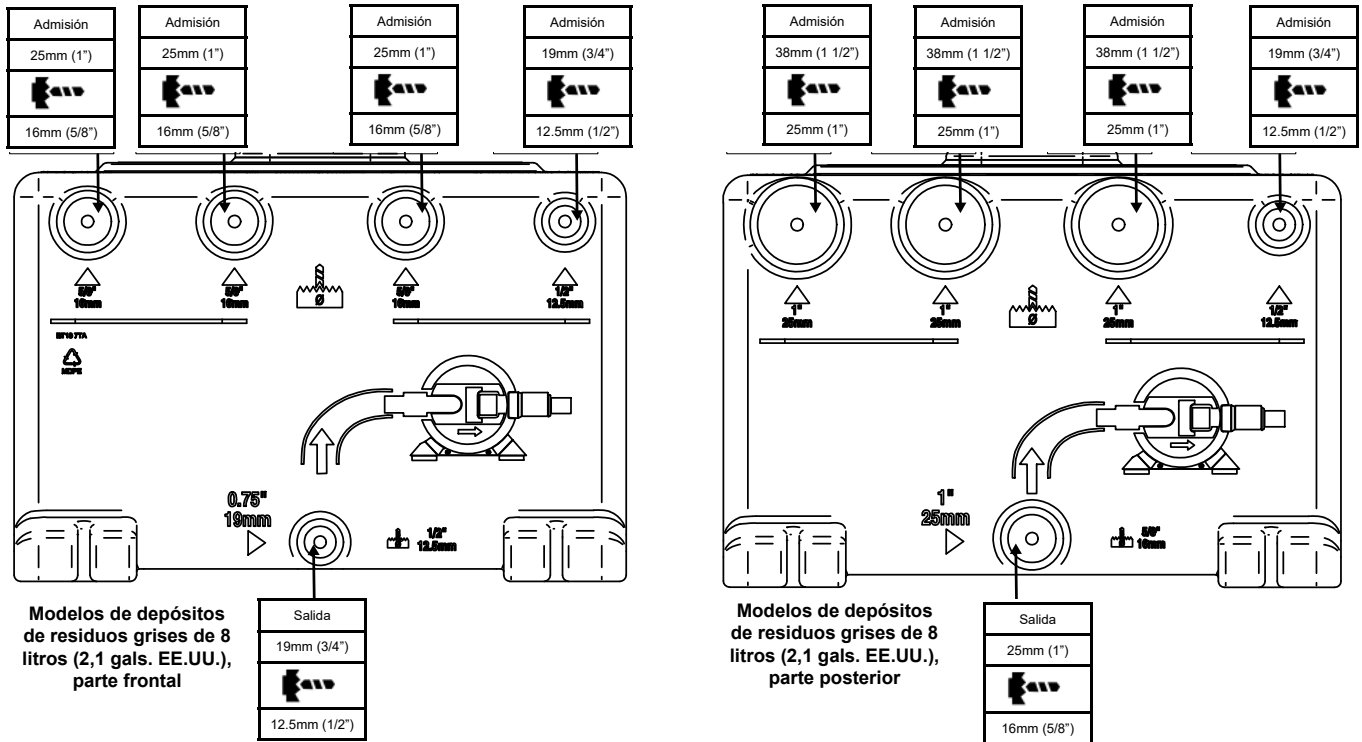

Figura 3. Tamaños de puerto y diámetros de taladro recomendados para modelos de depósitos de residuos grises de 8 litros (2,1 gals. EE.UU.)
Paso 1: Taladre solo los puertos que vayan a ser utilizados en la instalación. En la Figura 3 se muestran los tamaños de puertos y los diámetros recomendados de taladro para modelos de depósitos de 8 l (2,1 galones EE.UU.), y en la Figura 4 se muestran para modelos de depósitos de 16 l (4,2 galones EE.UU.) y 20 l (5,3 galones EE.UU.). Asegúrese de que se retiren todas las virutas desde el interior del depósito después de taladrar.